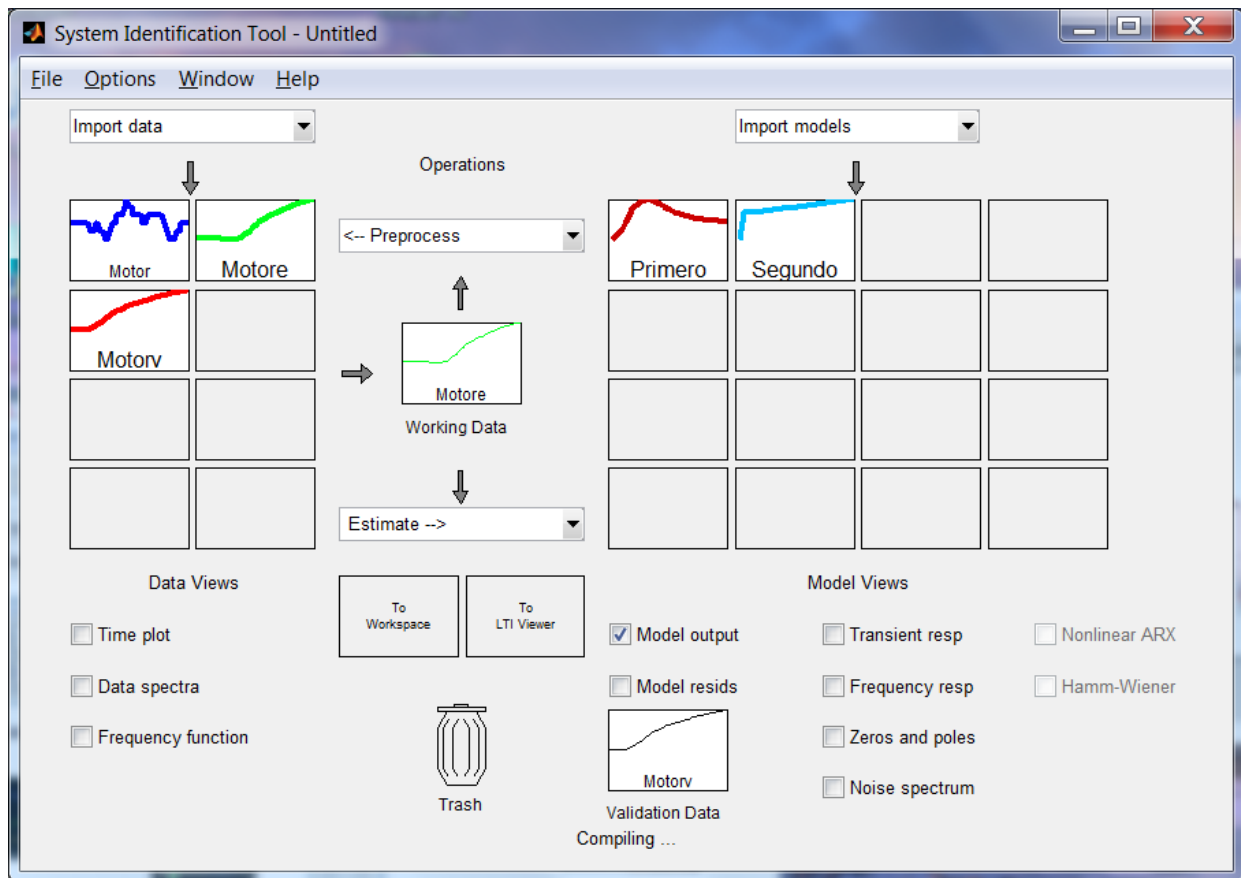

Figura 7: Ventana del *ident* con los objetos de experimento y los modelos obtenidos
En este ejemplo, en la ventana principal del *ident*, figura 7, debe tener ahora un objeto, llamado **Motor**, debajo de *Import data*. Este objeto contiene todos los datos del experimento, los cuales pueden visualizarse en dos partes. Usaremos para ello la casilla *Time plot*, que abrirá una ventana en la cual podemos seleccionar el canal (*Channel*) que deseamos ver, tal como se muestra en la figura 5.
Paso 5) En la ventana del *ident*, figura 7, debe tener ahora un objeto, llamado **Motor** en este ejemplo. Este objeto contiene todos los datos del experimento, el cual se dividirá en dos partes, una para estimar el modelo ("**Motore**") y otra para validar los datos ("**Motorv**"). La figura 5 muestra esta selección con los colores verde y rojo respectivamente. Se usa para la selección de los datos la operación *Preprocess\Select range*, que abrirá una ventana en la cual con el ratón se crea un rectángulo alrededor de los datos a seleccionar y luego se oprime *Insert*; repitiendo para cada rango a crear; al terminar de insertar los segmentos seleccionados podemos cerrar esta ventana. Al finalizar se debe tener tres objetos en la ventana del *ident*, el objeto original **Motor** y dos más que llamaremos **Motore** y **Motorv**. Figura 7.